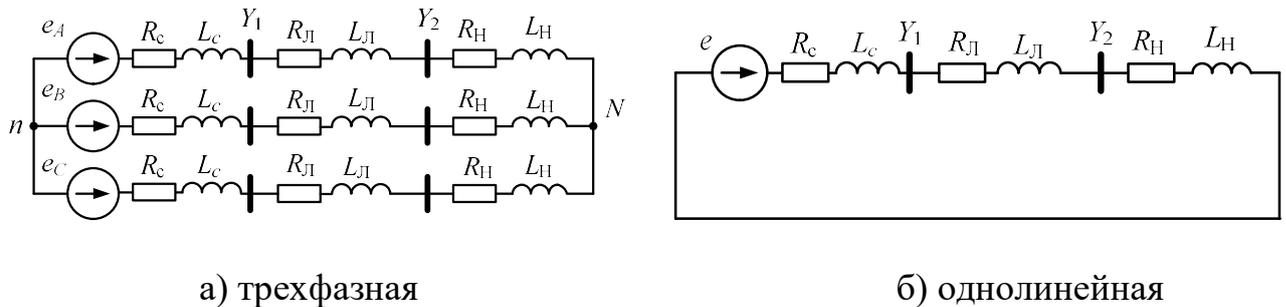

Рис. 2.1. Схема замещения
Сегодня во всем мире принята система трехфазной электропередачи (рис. 2.1). В 19-м и в начале 20-го века проводились эксперименты с системами двухфазной передачи, 4-х, 6-ти фазной. Однако трехфазная система, разработанная русским ученым Доливо-Добровольским, доказала свои преимущества.
На рис. 2.1 обозначено:
Так как режим работы трехфазной системы симметричен, далее можно проводить расчеты для однолинейной схемы (рис. 2.1, б).
1. Постройте в одних осях синусоиды ЭДС e_A, e_B, e_C и токов в фазах А, В, С для схемы рис. 2.1, а. Токи определите по закону Ома.
2. Постройте в одних осях синусоиды ЭДС и тока для однолинейной схемы рис. 2.1, б. Определите, на сколько градусов синусоида тока сдвинута относительно синусоиды ЭДС. Ток опережает или отстает от ЭДС? От чего зависит этот сдвиг?